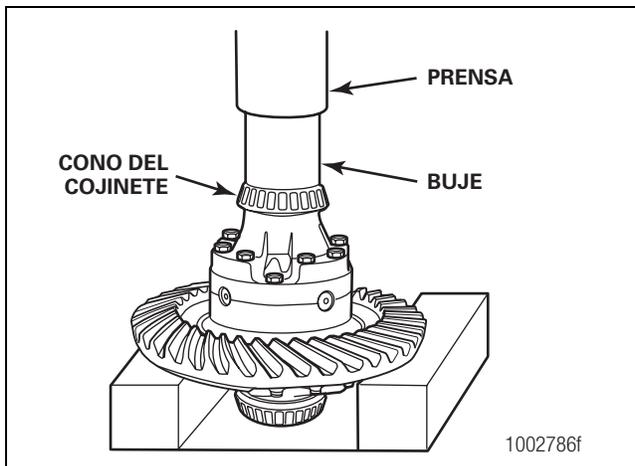

Figura 5.30
1. Si se retiraron los conos de cojinetes de la caja del diferencial principal, instale un cono y una copa nuevos en un juego perfectamente hermano del mismo fabricante. Los conos de los cojinetes no son intercambiables. Use una prensa y un buje para instalar los conos en la caja. Presione sólo sobre la pista interior del cojinete. Figura 5.30.